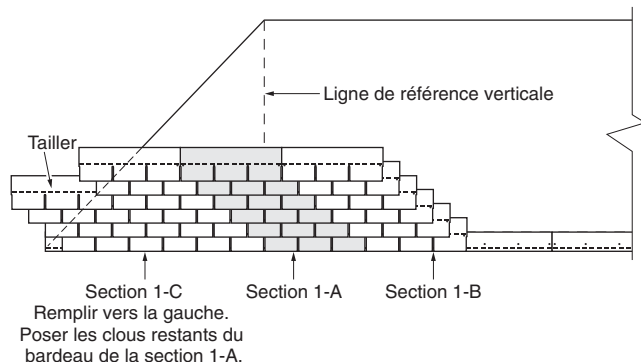

Figure 9-4 : Remplir la zone à la gauche de la ligne de référence verticale.
3. Avant de continuer à monter la section de toit, poser un bardeau immédiatement à la droite de chaque bardeau de la première section complétée (voir la figure 9-4, section 1B).
3. Avant de commencer chaque section diagonale, poser un bardeau immédiatement à la droite de chaque bardeau de tous les rangs déjà installés sur le toit (*voir la figure 9-4, section 1-B*).